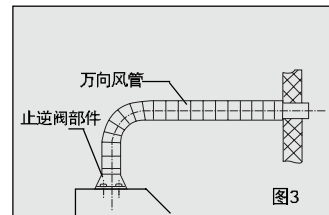

图3
2、将万向风管插入止逆阀座的槽内，并用2只ST3X8的十字槽盘头螺钉紧固于止逆阀部件上（见图3）。
- 3、将万向风管按图3所示引出室外或排烟通道。